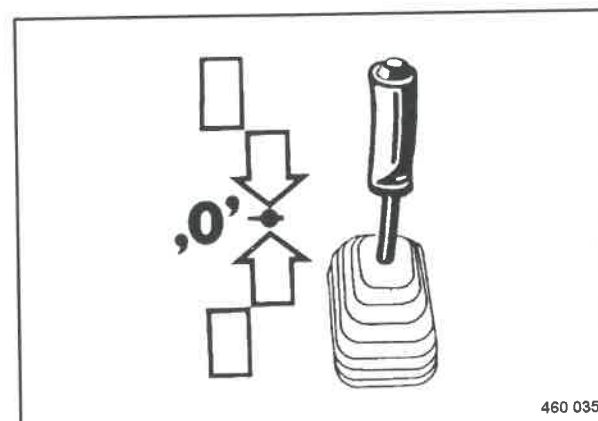

Fig. 58
- Porre la leva di marcia (Fig. 58) lentamente nella posizione "0". Il rallentamento automatico della macchina avviene in modo idrostatico.